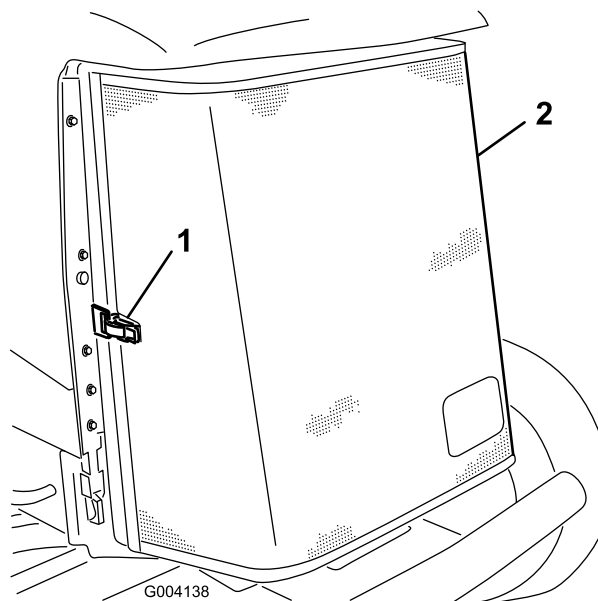

Figura 57
3. Desenganche y abra la rejilla trasera (Figura 57).